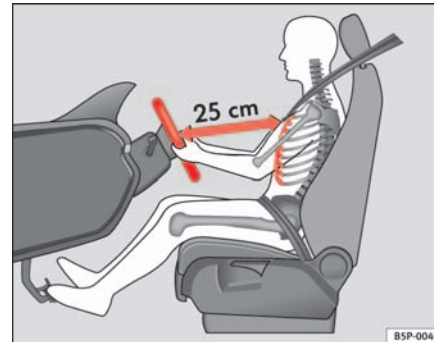

Abb. 97 Die richtige Sitzposition des Fahrers
- Stellen Sie das Lenkrad so ein, bis die gewünschte Einstellung erreicht ist ⇒ Abb. 97.
- Stellen Sie den Fahrersitz oder das Lenkrad so ein, dass der Abstand zwischen Lenkrad und Brustbein mindestens 25 cm beträgt ⇒ Seite 135, Abb. 97. Wenn Sie den Mindestabstand nicht einhalten, kann Sie das Airbag-System nicht schützen – Lebensgefahr!